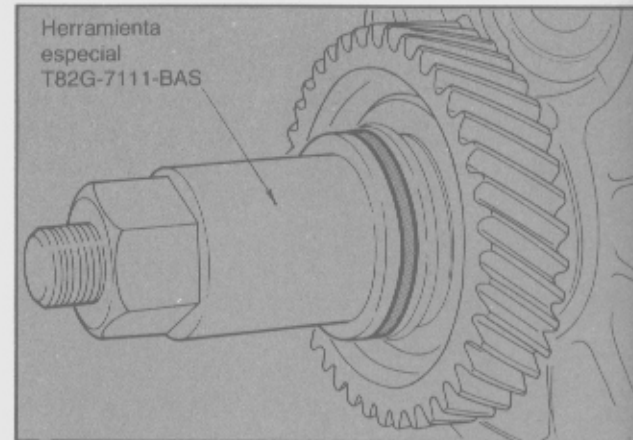

Fig. 36 - Instalación del engranaje de velocidad en el quintuple.
- Utilizando la tuerca y arandela de la herramienta completar la instalación del engranaje de 5ta. en el eje (Fig. 36).